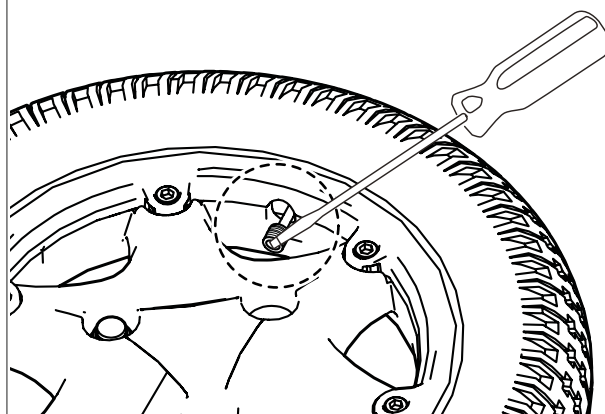

Fig. 8.5
- De 6 bolte i fælgen skal løsnes/spændes (Fig. 8.5).
- Brug en 5,0 mm unbrakonøgle til at udløse/stramme klemmerne. (Fig. 8.5).
- Spænd unbraco-skruerne som vist i Fig. 8.5